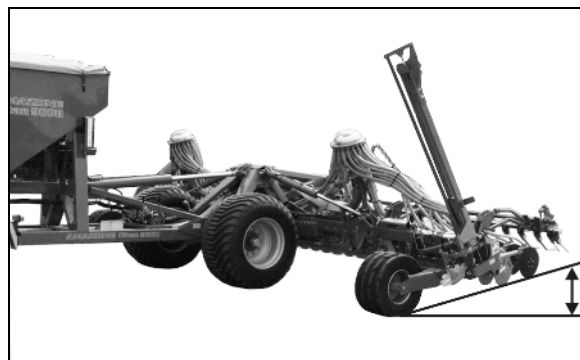

Рис. 118
3. Закройте заслонку (Рис. 118/1), если необходимо разгрузить только дозатор без семенного бункера (смотрите на стр. 81).